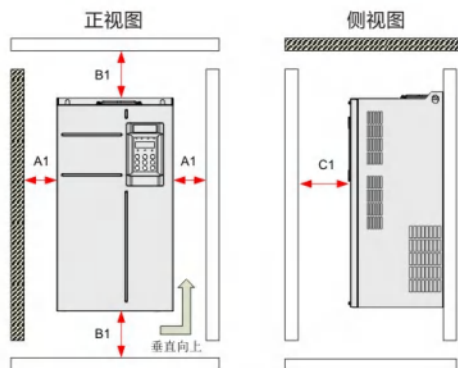

图3-2 单台变频器向上垂直安装
1) 安装空间要求如图3-2所示，需保证变频器有足够的散热空间。预留空间时请考虑柜内其它器件的散热情况。